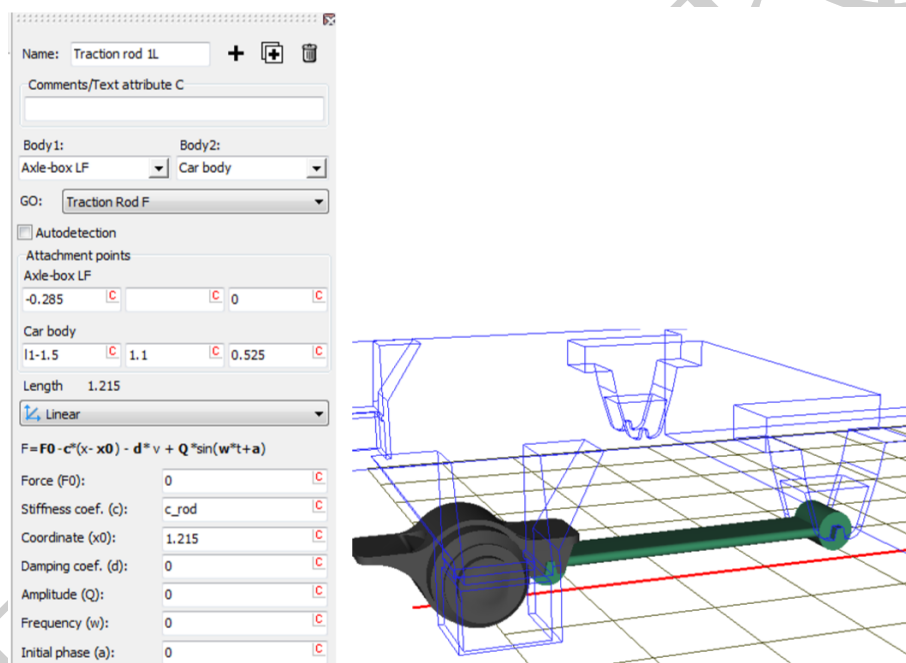

图 2.24
3. 从 **Type** 下拉菜单选择 **Linear** 力元，按图 2.24 所示定义刚度和初始长度参数， $c_rod = 2.5E7$ N/m。